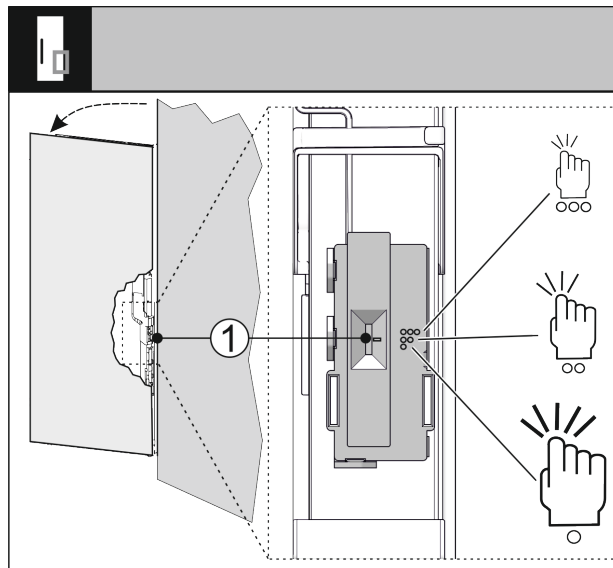

Fig. 36
Citlivost snímače klepání můžete nastavit pomocí spínače Fig. 36 (1). Spínač je na straně závěsu ve spodní třetině dveří.
- Posuňte spínač Fig. 36 (1) do požadované polohy spínače.